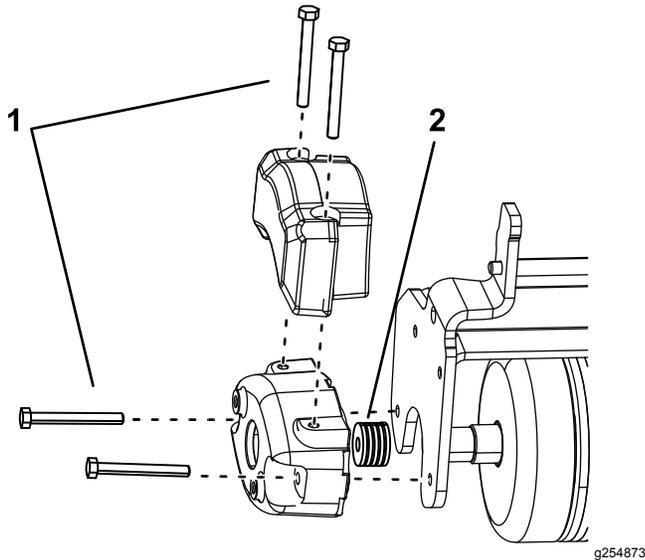

Bild 5
- Setzen Sie die zwei Schrauben (5/16-18" x 2 3/4") ein, wie in Bild 5 abgebildet..
- Legen Sie vier Distanzstücke (1/8") pro Schraube zwischen das Gegengewicht und die Seitenplatte der Dreifachrolle (Bild 5).